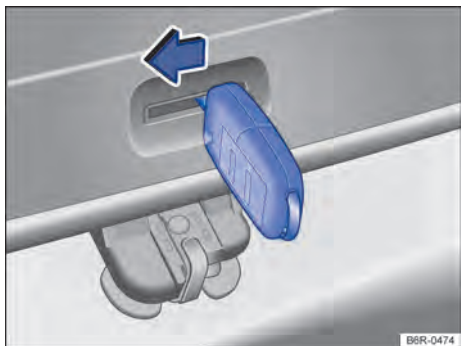

Fig. 156 Do lado de dentro do compartimento de bagagem: destravamento de emergência da tampa traseira.
- Inserir a haste da chave na abertura da tampa traseira ⇒ Fig. 156 e pressionar a alavanca de destravamento no sentido da seta, para destravar a tampa traseira.